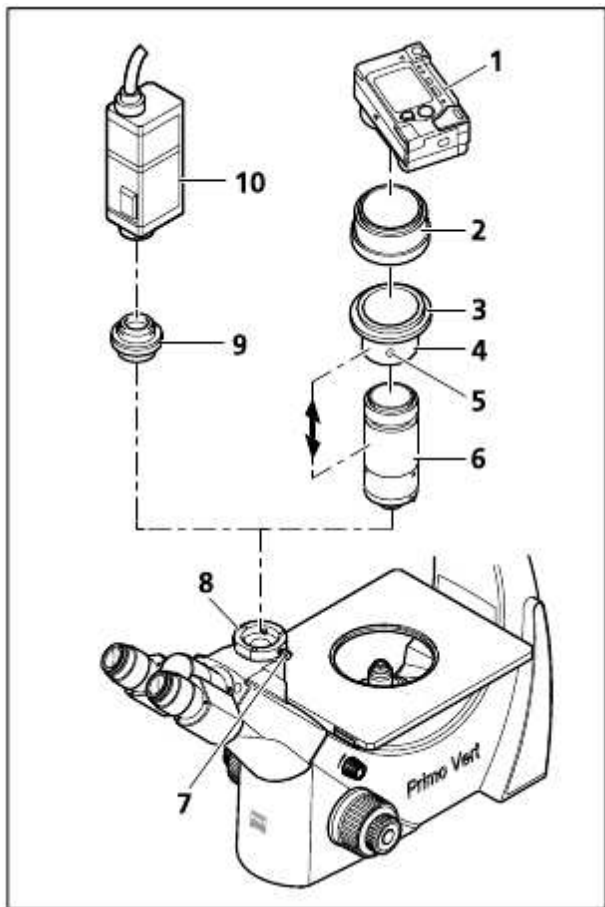

Fig. 18 连接相机
- 松开紧固螺丝(Fig. 18/7),移除三目头的相机接口的防尘盖板(Fig. 18/8).
- 滑动接口(Fig. 18/4), 螺纹接口M37/52 (Fig. 18/3)和透镜组 (Fig. 18/6)会提前预装好作为一个配件 **Digital Camera Adapter P95 M37/52x0.75**来提供.
另外,您可以将螺纹接口M37/52 (Fig. 18/3)从滑动接口(Fig. 18/4)上拆下,这样就可以连接M37接口的相机
- 连接环(Fig. 18/2) (由相机提供)来连接接口和相机(Fig. 18/1) (见相机的操作介绍)
- 将滑动接口(Fig. 18/4), 螺纹接口M37/52(Fig. 18/3)和透镜组(Fig. 18/6)连接好并连接至相机的连接环(Fig. 18/2)上
- 将带有接口的相机安装到显微镜的相机接口,并使用相应的螺丝固定紧(Fig. 18/7).
- 根据显微镜的不同或相机的不同,有可能需要优化相机的镜头和透镜组(Fig. 18/6)的距离 (见上下双向的箭头).
- 松开螺丝 (Fig. 18/5).
- 重新安装紧固好螺丝(Fig. 18/5).
只要是标准的C-接口的相机均可通过相机接口 P95-C 2/3" 0.65x 或 P95-C 1/2" 0.5x (Fig. 18/9)连接至显微镜.
- 将带有C-接口(Fig. 18/9)的相机(Fig. 18/10)安装至显微镜主机的相机接口处并使用相应的螺丝固定好(Fig. 18/7).